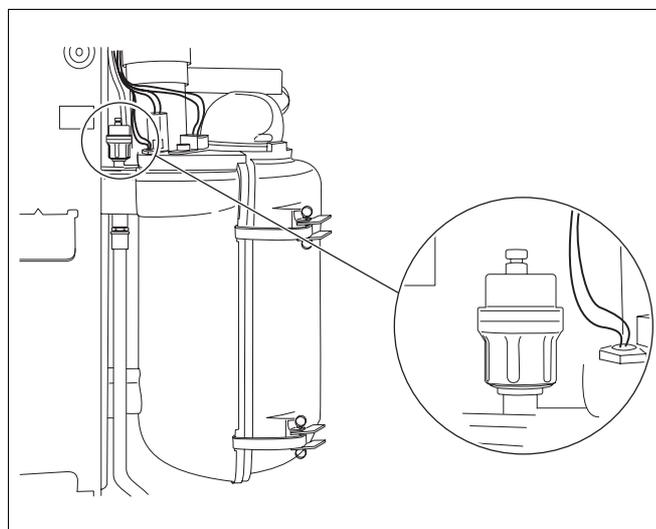

Fig. 16 Disaeratore automatico
- Allentare di un giro la calotta del disaeratore automatico (fig. 16), per consentire la fuoriuscita dell'aria residua.